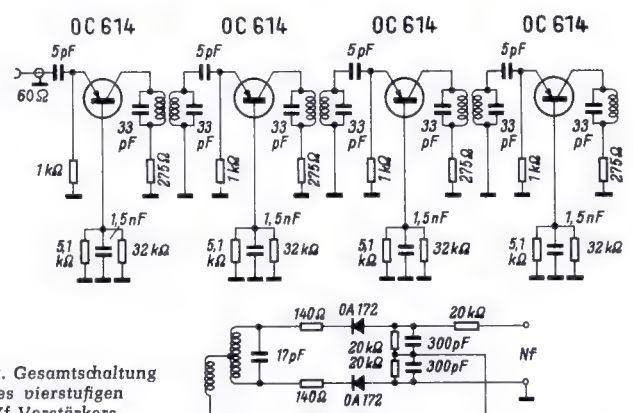

Bild 3. Gesamtschaltung des vierstufigen Zf-Verstärkers
Bild 3 zeigt die Schaltung des Verstärkers. Die Stufenspannungsverstärkung R_s kann nach Gleichung (7) berechnet werden. Mit $S = 20 \text{ mA/V}$ im Arbeitspunkt $i_E = 750 \mu\text{A}$ und einem Eingangswiderstand von 50Ω ergibt sich: